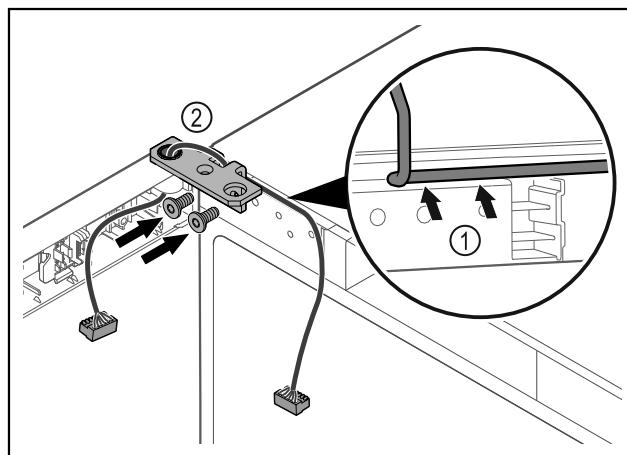

Fig. 63
- ▶ Poprowadzić kabel przez wgłębienie w zawiasie i ostrożnie go ułożyć Fig. 63 (1).
- ▶ Przykręcić zawias Fig. 63 (2).